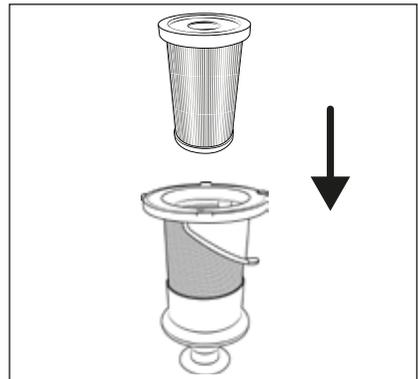

Abb. 22
- 7) Setzen Sie den HEPA-Filter **4** in den Edelstahlfilter **5** ein (siehe Abb.22).